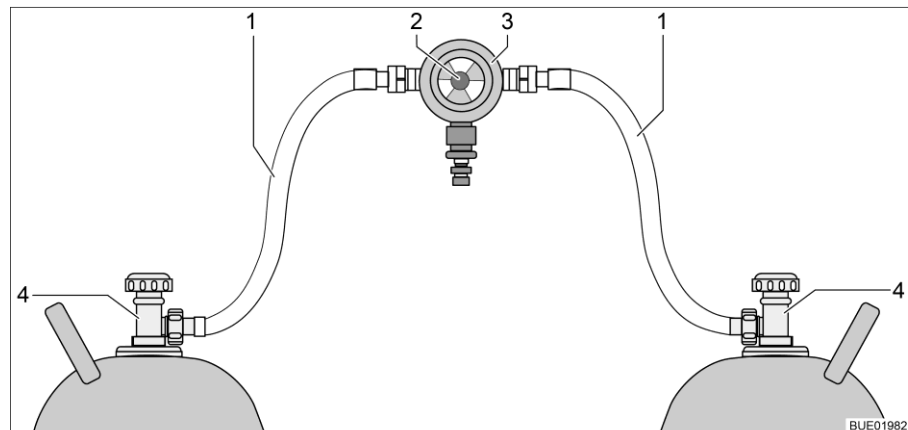
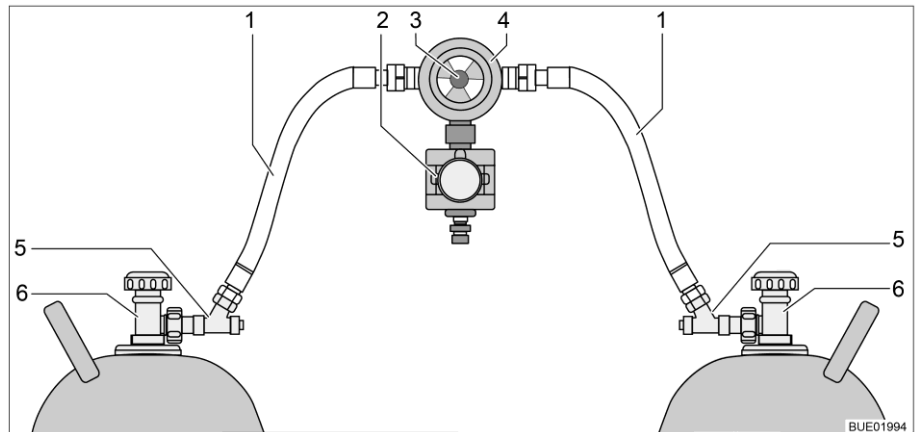

Bild 112 Gasflaschen-Umschaltanlage
Bild 113 Gasflaschen-Umschaltanlage mit CPU
Die Gasflaschen-Umschaltanlage besteht aus einem kombinierten Gasdruckregler mit Umschaltventil und Anzeige (Bild 112,3). Die Gasflaschen-Umschaltanlage ist zwischen den beiden Gasschläuchen (Bild 112,1) montiert.
Die Gasflaschen-Umschaltanlage besteht aus einem kombinierten Gasdruckregler mit Umschaltventil und Anzeige (Bild 113,4) und einem Elektroventil (Bild 113,2). Das Elektroventil sperrt bei Vollbremsung, Unfall oder ungewöhnlich großer Schräglage die Gaszufuhr zum Fahrzeug. Die Gasflaschen-Umschaltanlage ist zwischen den beiden Gasschläuchen (Bild 113,1) mit Schlauchbruchsicherungen (Bild 113,5) montiert.
Mit dem Drehknopf (Bild 112,2 bzw. Bild 113,3) an der Gasflaschen-Umschaltanlage lässt sich bestimmen, welche der Gasflaschen als Betriebsflasche und welche Gasflasche als Reserveflasche verwendet wird.
An der Bedieneinheit (Bild 114) können nur die elektrischen Funktionen geschaltet werden. Die Haupt-Absperrventile der Gasflaschen (Bild 112,4 bzw. Bild 113,6) müssen von Hand geöffnet oder geschlossen werden.
- Haupt-Absperrventile an den Gasflaschen (Bild 112,4 bzw. Bild 113,6) öffnen.
- Schlauchbruchsicherungen (Bild 113,5) nacheinander 10 Sekunden lang drücken.
- Mit dem Drehknopf (Bild 112,2 bzw. Bild 113,3) an der Umschaltanlage die Gasflasche wählen, der vorrangig das Gas entnommen werden soll (Betriebsflasche).
- Haupt-Absperrventile an den Gasflaschen (Bild 112,4 bzw. Bild 113,6) schließen.